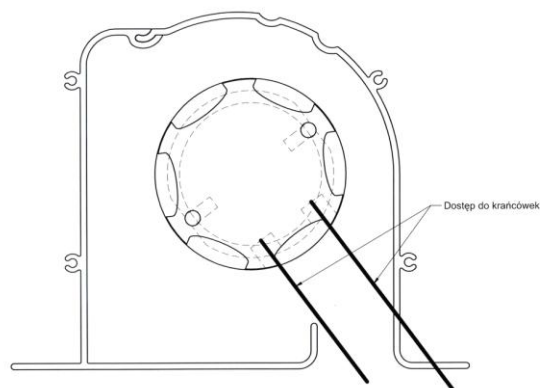

Рис. 7
11. Удалите весь фиксирующий материал, удерживающий полотно и нижний отвес. Убедитесь, что ничто не мешает разматыванию полотна. Если необходимо отрегулируйте концевые положения полотна, вращая регулировочные винты (рис.7) с помощью специального регулировочного ключа из комплекта поставки. Помните, что экраны с системой натяжения имеют ограничение регулировки +10 и – 15 см. от заводской настройки. В противном случае корректная работа натяжного шнура не гарантирована.